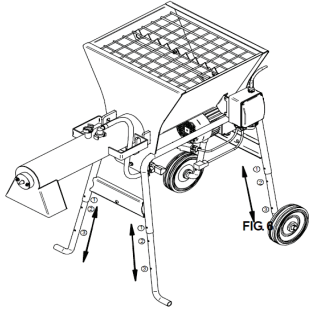

FIG. 6
11. ALTURAS DE CARGA (VÉASE FIG. 6):